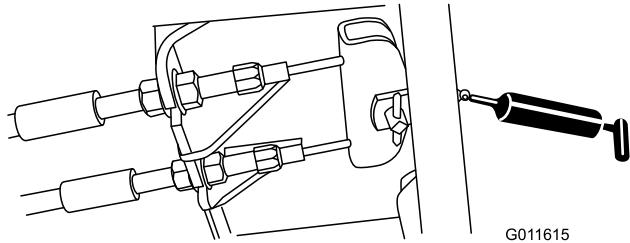

Figura 49
- Pedal de freno (1) (Figura 49)